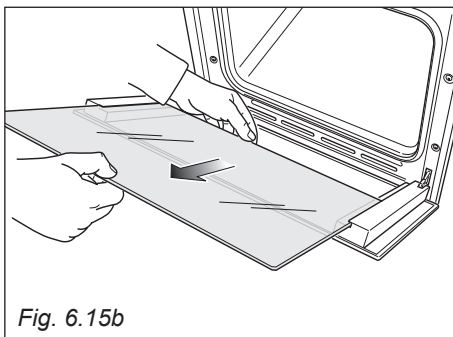

Fig. 6.15b
- Sfilare delicatamente il vetro interno (fig. 6.15b)